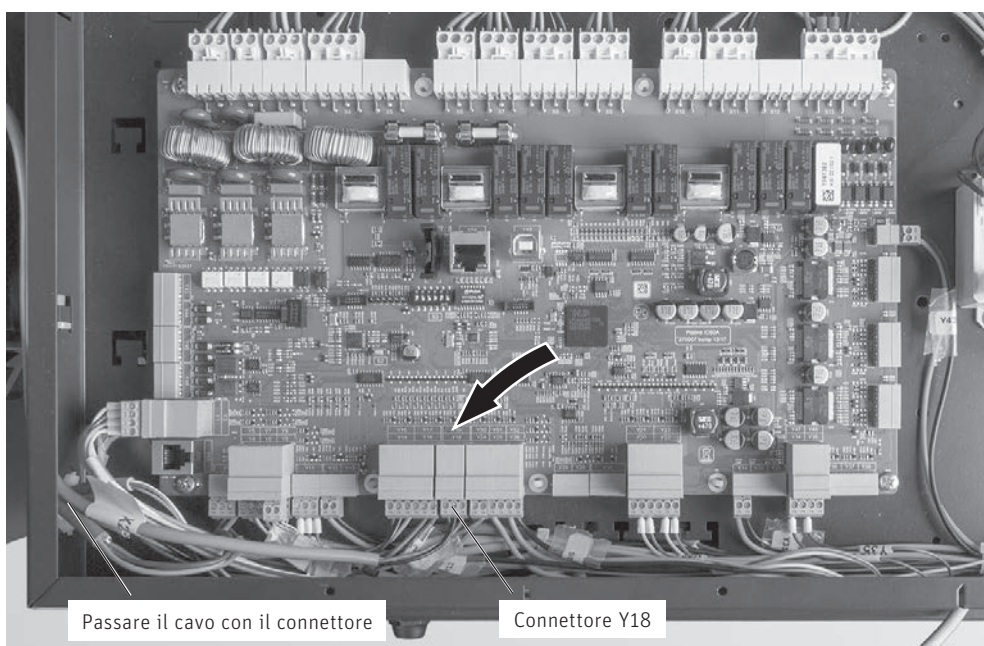

Fig. 111 Inserire l'interruttore di prossimità (connettore Y18)
- ▶ Portare il cavo dell'interruttore di prossimità superiore della stiva con il connettore al quadro di comando e inserirlo nel connettore Y18 – Fig. 111.